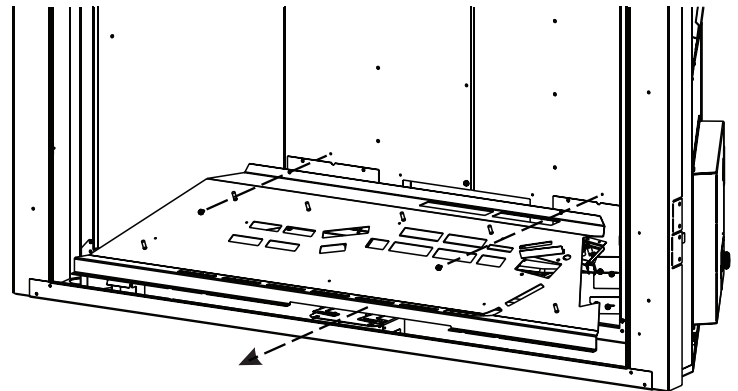

Figure 4
4. Retirer deux (2) vis qui fixent la veilleuse à la cuvette du brûleur. Ceci permet à l'ensemble de veilleuse de tomber.
5. Retirer deux (2) vis qui maintiennent en place la base du brûleur. Soulever la base du brûleur hors du foyer. **Voir Figure 4.**